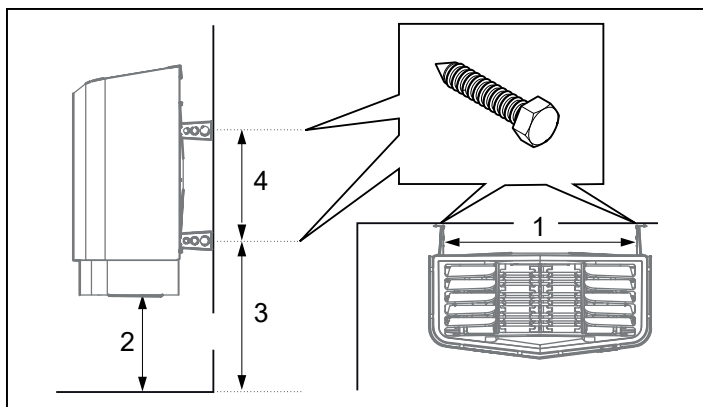

Fig 18: Måttsättning
6. Placera konsolskruvarna enligt måtsättning se Fig 18.